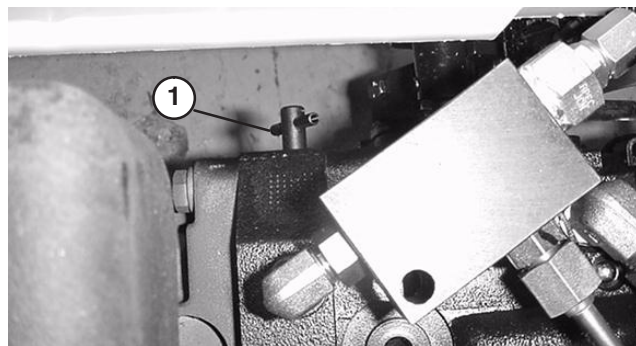

Bild 34
1. Fassen Sie das Sicherheitsventil am Getriebe an und drehen Sie es eine halbe oder ganze Umdrehung nach links (Bild 34). Bei geöffnetem Ventil wird im Getriebe ein interner Durchgang geöffnet, wodurch keine Berührung mit dem Getriebeöl erfolgt. Weil das Öl umgangen wird, lässt sich die Zugmaschine ohne Schäden am Getriebe bewegen.